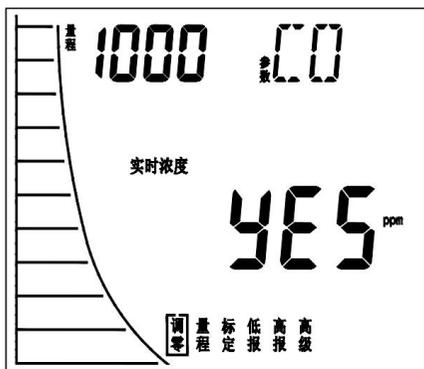
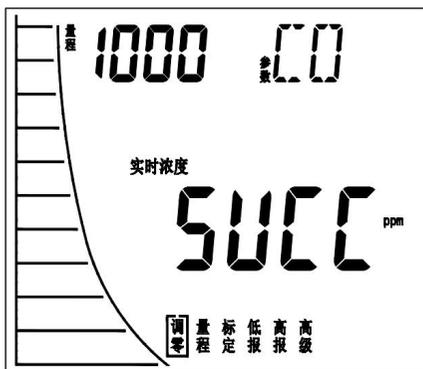
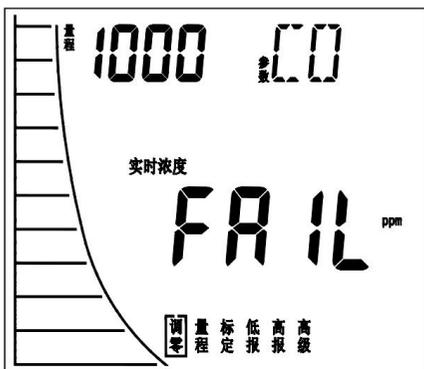
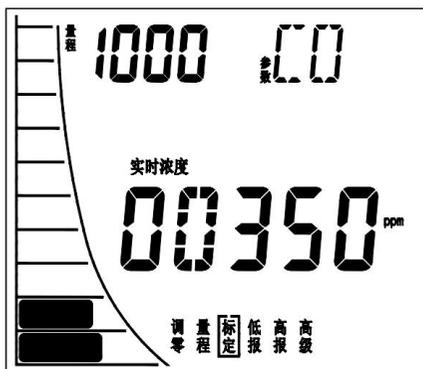

图 7.4 确认画面
图 7.5 操作成功
图 7.6 操作取消
图 7.7 标定值显示
**操作方法：**将气体探测器至于洁净大气或高纯氮气中，测量状态下，按下任意键，进入设置状态。设置状态第一指示即为“调零”。如图 7.3 所示，此时屏幕中间显示零点漂移值。当功能指示光标指向“调零”时，按下“确认”按键，屏幕显示“NO”字样，询问是否需要调零，按方向键屏幕显示“YES”，如图 7.4 所示，继续按下“确认”，屏幕中间显示“SUCC”，如图 7.5，调零成功。如果要取消调零，则按下“取消”，屏幕中间显示“FAIL”，如图 7.6，调零取消。
当光标指示“标定”时，按下“确认”按键，屏幕显示“NO”字样，询问是否需要标定，按方向键，屏幕显示“YES”，继续按下“确认”，屏幕中间显示气体探测器内置标定值。如图 7.7。此时通过“右移”选择标定值位数，通过“增加”改变某位数值。输入标准气体浓度后，按下“确认”按键，屏幕将会显示如图 7.4 确认画面。此时如果确认标定，按下“确认”按键，屏幕中间显示“SUCC”，如图 7.5，标定成功。如果要取消标定，则按下“取消”按键，屏幕中间显示“FAIL”，如图 7.6，标定取消。
此时通过“右移”选择低报位数，通过“增加”改变某位数值。输入想要设置的数值，按下“确认”按键，屏幕将会显示如图 7.4 确认画面。此时如果确认设置参数，按下“确认”按键，屏幕下方显示“SUCC”，如图 7.5，
设置成功。如果要取消设置，则按下“取消”按键，屏幕中间显示“FAIL”，如图 7.6，设置取消。
如图 7.4 确认画面。此时如果确认设置参数，按下“确认”按键，屏幕下方显示“SUCC”，如图 7.5，